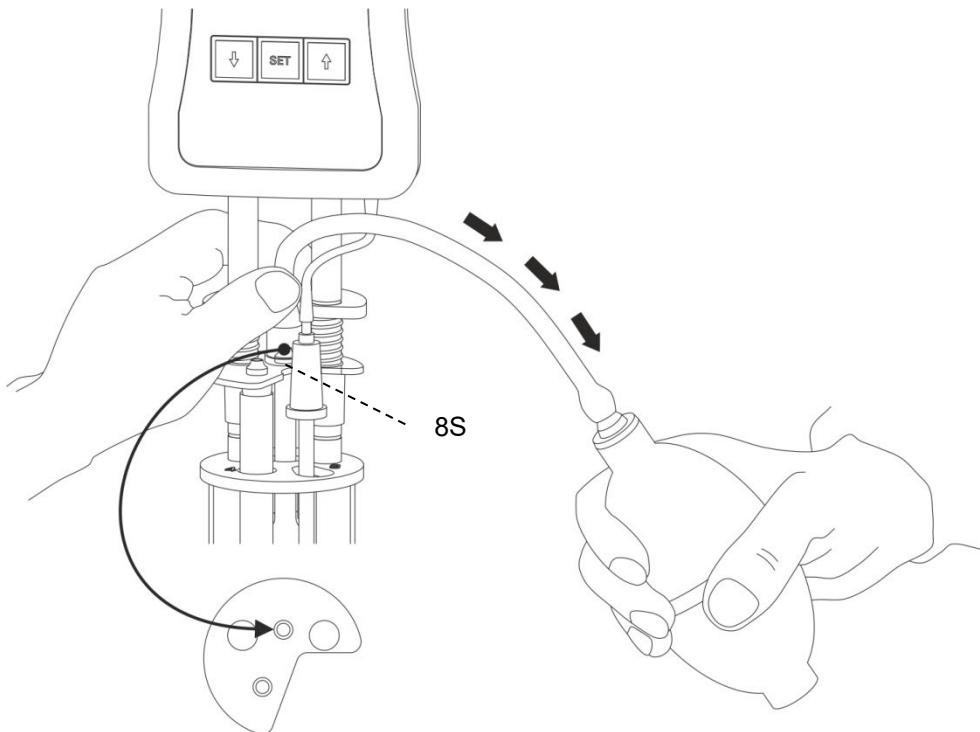

Abb. 9 Saugender Betrieb mit Handpumpe VZ 6554
- (b) auf Silikonstopfen 8S über dem Kapillarrohr (22) bei saugender Arbeitsweise (siehe Abb. 9)